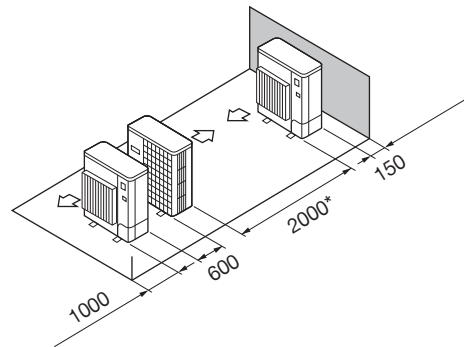

Fig. 2-16
- ⑤ การจัดวางเครื่องแถวเดียวแบบขนาน (Fig. 2-16)